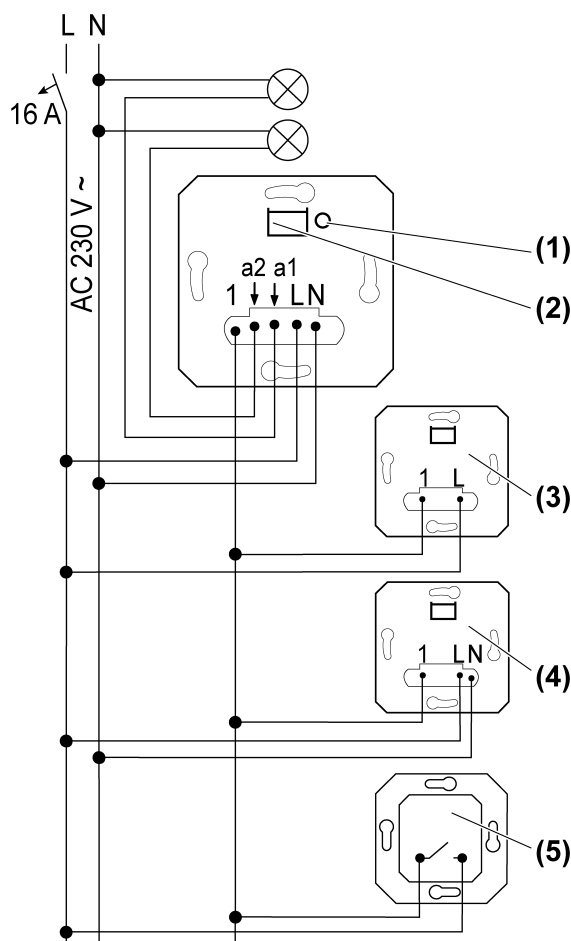
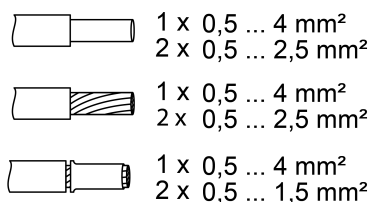

Imagen 1: Plan de conexión con mecanismos auxiliares opcionales
Imagen 2: Sección transversal enchufable del conductor
- Conectar el conmutador integrado conforme al esquema de conexión (Imagen 1). Tenga en cuenta las secciones de conductor enchufables (Imagen 2).
- i** Mediante una breve pulsación de la tecla **TEST** (1) puede conmutarse la carga en ambas salidas (estados de conmutación: **a1** conectado **a2** desconectado, **a1** desconectado **a2** conectado, **a1** y **a2** conectado, **a1** y **a2** desconectado).
- Pulsar la tecla **TEST** (1) durante más de 4 segundos.